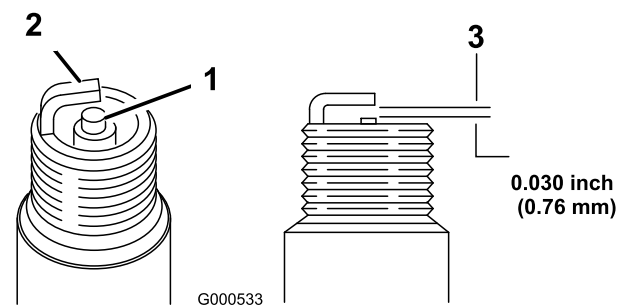

Figura 40
- Mire la parte central de la bujía (Figura 40). Si se observa un color gris o marrón claro en el aislante, el motor está funcionando correctamente. Si el aislante aparece de color negro, significa que el limpiador de aire está sucio.
- Compruebe la separación entre los electrodos central y lateral (Figura 40). Si la distancia no es correcta, doble el electrodo lateral (Figura 40).